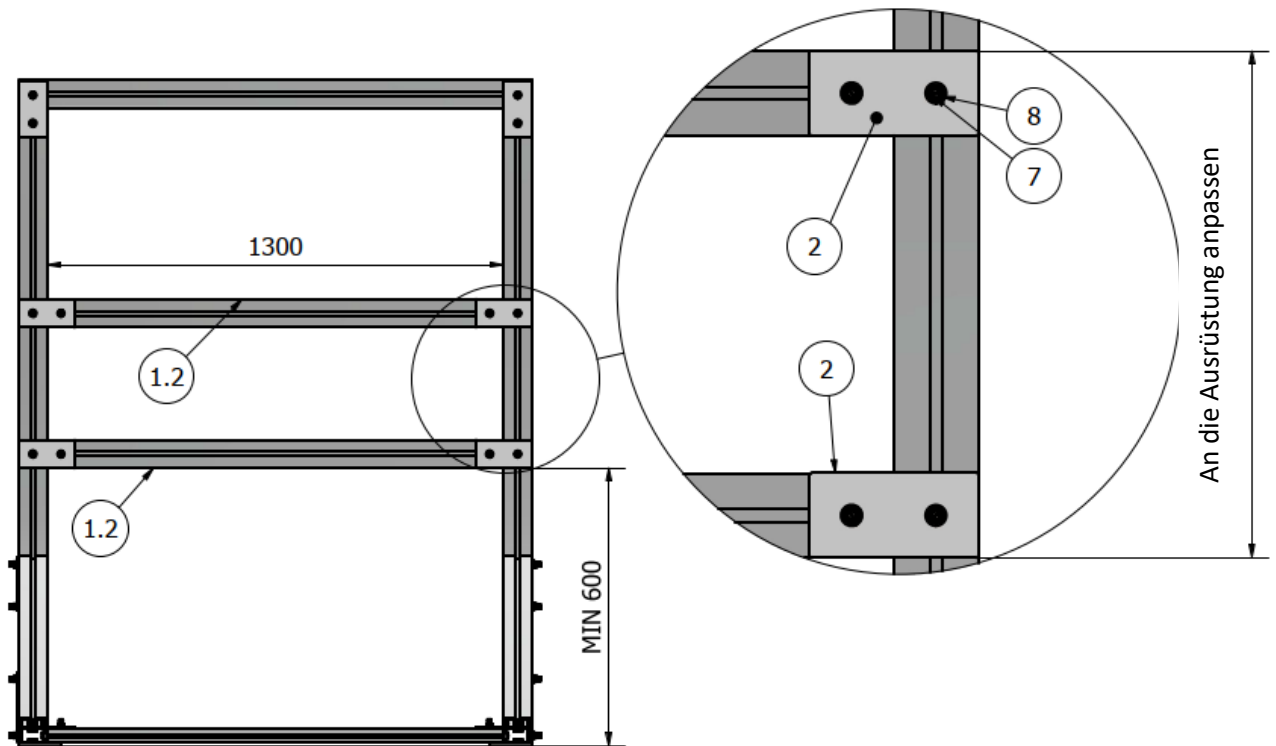

ABB. 9 Montage der Querstangen
9. Verschrauben Sie die Querstreben **1.2** mit den Befestigungselementen **2** wie in Abb.9 gezeigt.